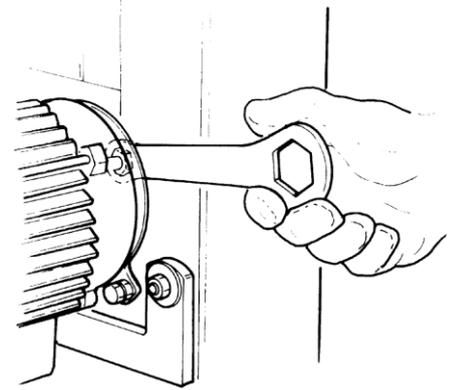
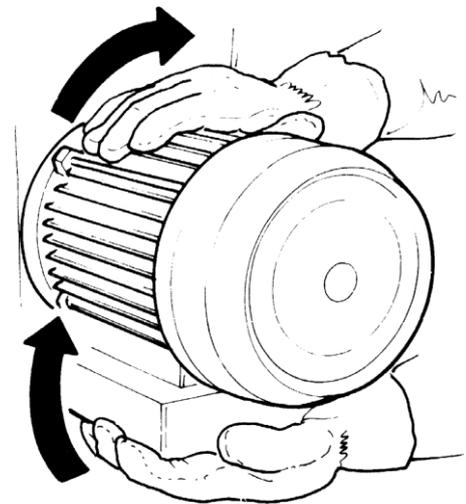

Fig. 3
Fig. 4
- Les courroies sont tendues en desserrant la vis du moteur (Fig. 3) et en tournant le moteur dans le sens des aiguilles d'une montre (Fig. 4). Tout en maintenant la courroie sous tension, déverrouillez la vis.
#### 5.4 CARTER DE PROTECTION DE LA LAME (Fig4.)